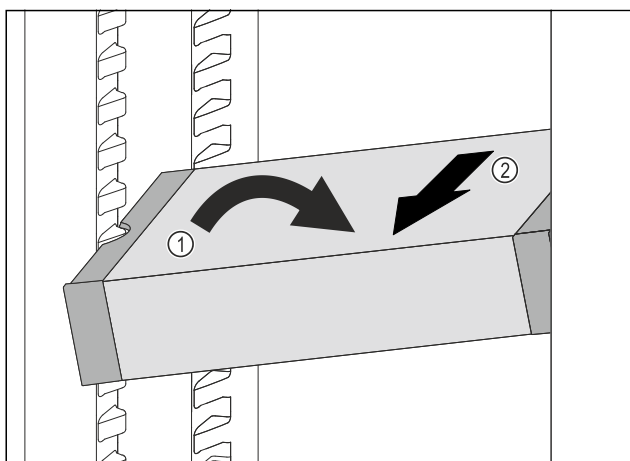

Fig. 126
- 在冷藏区中倾斜 VarioSafe。Fig. 126 (1)
- 向前取出 VarioSafe。Fig. 126 (2)